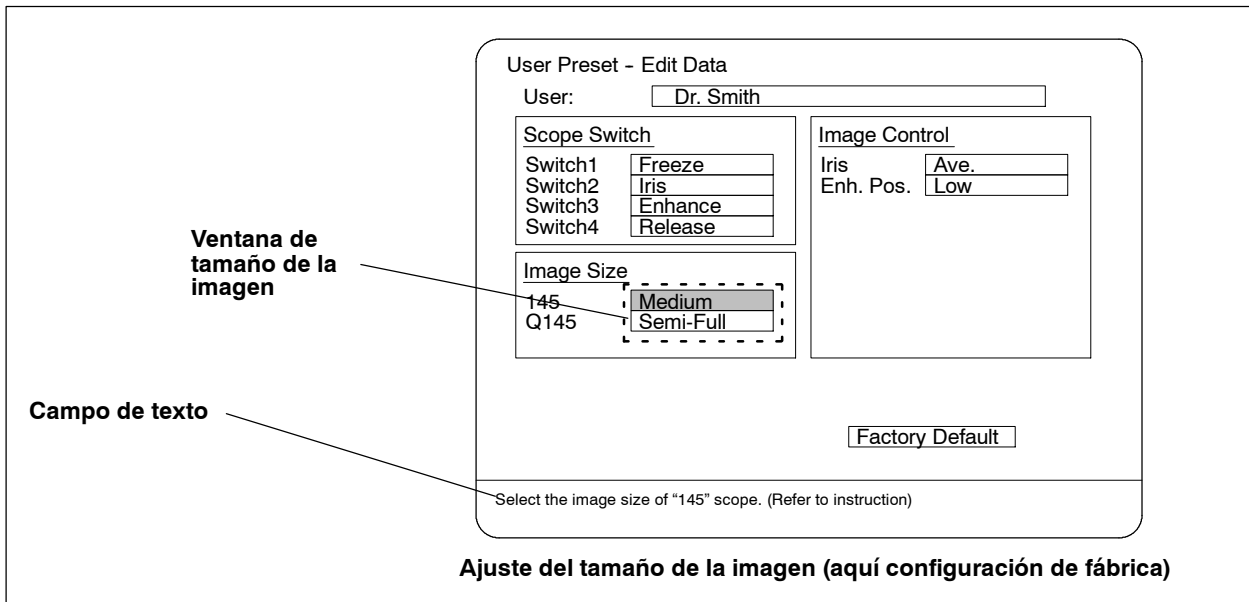

Figura 6.23
En la ventana "Image Size" aparecerá la configuración actual (valores de fábrica o ya modificados). Si desea cambiar alguno de los valores pulse la tecla "↑" ó "↓" para marcar la línea correspondiente en la ventana de tamaño de la imagen (ver figura 6.23).
- La figura 6.23 muestra la configuración de fábrica.